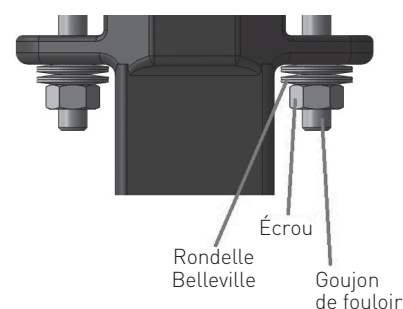

Figure 8 - Installation du jeu de garnitures
- Installer la bague d'étanchéité anti-extrusion de la garniture (9), le jeu de garnitures (10), la deuxième bague anti-extrusion (9), la bague de retenue de l'arbre (11), les rondelles Belleville (15) et le fouloir (12) dans la portée supérieure du corps du robinet (1). (Voir la figure 8.)
- En conservant l'ensemble disque (2 à 7) en position fermée, serrer les écrous de la garniture (16). Les écrous sont bien serrés lorsque la plaque de fouloir (13) se trouve au même niveau que la platine supérieure (1) du corps du robinet. Se reporter au tableau ci-dessous pour le couple de serrage.